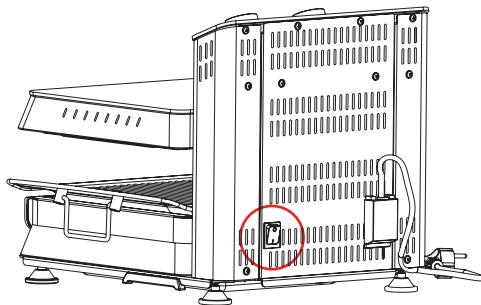
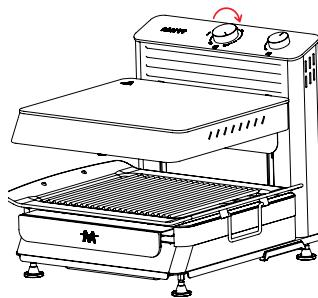

Abbildung 15
Abbildung16
-Wenn Ihr Produkt beim Anschließen nicht funktioniert, stellen Sie sicher, dass sich der Ein-/Ausschalter in der Position (I) befindet.
- Wenn sich der Netzschalter in der Position (I) befindet (Abbildung 15), erhöhen Sie die Leistung des Netzschalters (Abbildung 16). Wenn das Produkt immer noch nicht funktioniert, stellen Sie sicher, dass das bewegliche Tablettbett im Produkt sitzt.